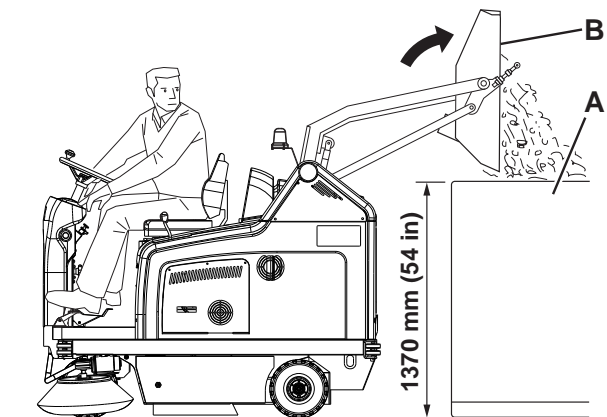

Figure 2
1. La hauteur maximum de déchargement du conteneur déchets est de 1.370 mm (voir Fig. 2).
- Désactiver le système d'aspiration au moyen de l'interrupteur (56).
- Activer le secoueur en appuyant sur la partie supérieure de l'interrupteur (56).
5. Appuyer en même temps sur l'interrupteur de confirmation (51) et sur l'interrupteur de basculement (58) du conteneur déchets (B, Fig. 2) et décharger les déchets dans le bac de collecte (A).